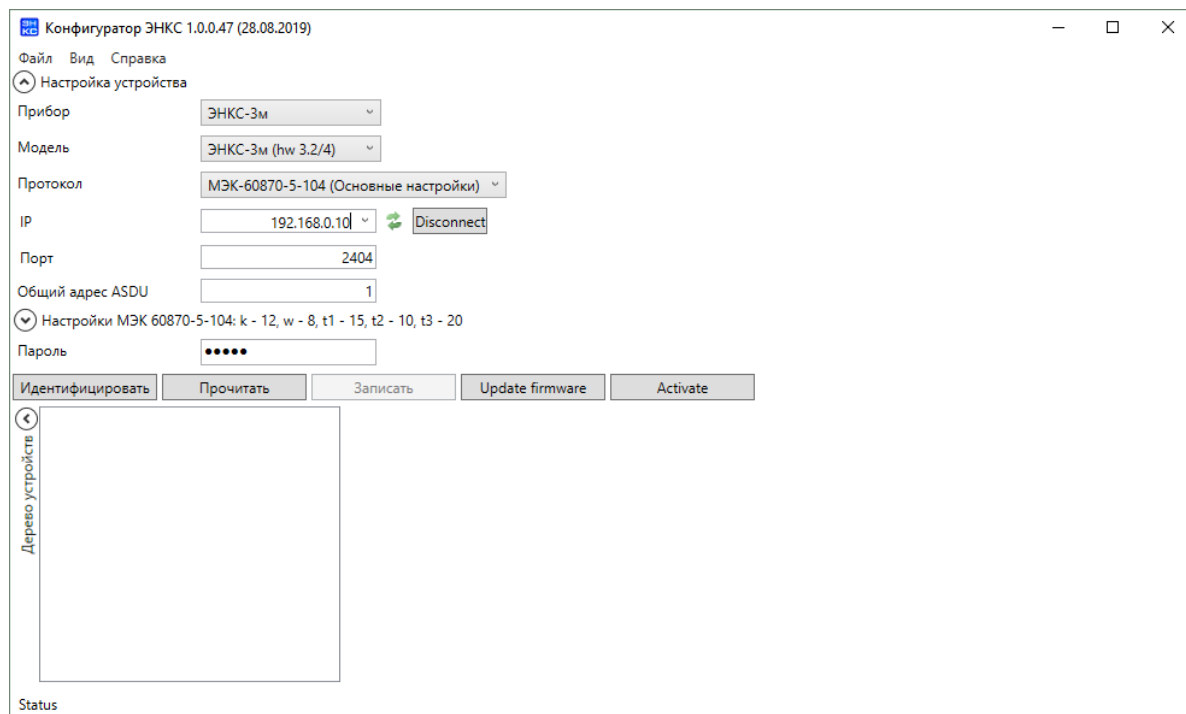

Рисунок 3.3. Окно настроек подключения по Ethernet.
2) Протокол МЭК 60870-5-104 (подключение по Ethernet) (рис. 3.3).